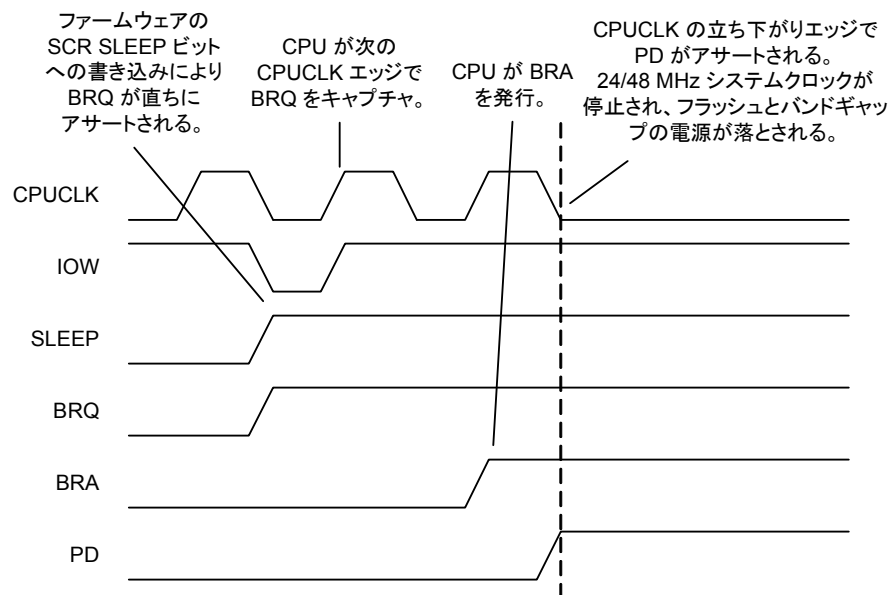

図 12-1. スリープシーケンス
SLEEP ビットは、スリープロジック回路への入力です。この回路は、デバイスをハードウェアスリープ状態にする、およびハードウェアスリープ状態から復帰するシーケンス用にデザインされています。デバイスをスリープ状態にするハードウェアシーケンスは、図 12-1 で示され、次のように定義されます。
3. スリープロジックは CPU クロックの次の負のエッジを待ってからシステム全体にわたる Power Down (PD) 信号をアサートします。図 12-1 で、CPU は停止し、システム全体にわたるパワーダウン信号がアサートされます。